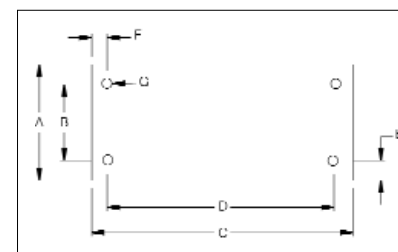

Figur 2, Installasjon av ZU4 Lufteplugg
4.1 Tankventilering (se figur 2).